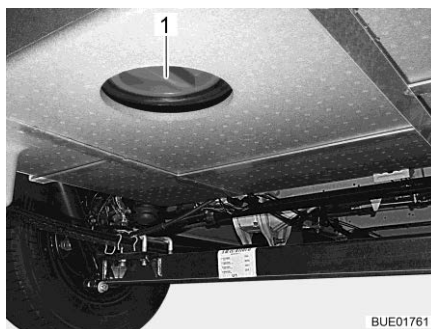

Bild 213 Rengöringsöppning
- Öppna avloppstankens rengöringsöppning (Bild 213,1) och avtappningskranen.